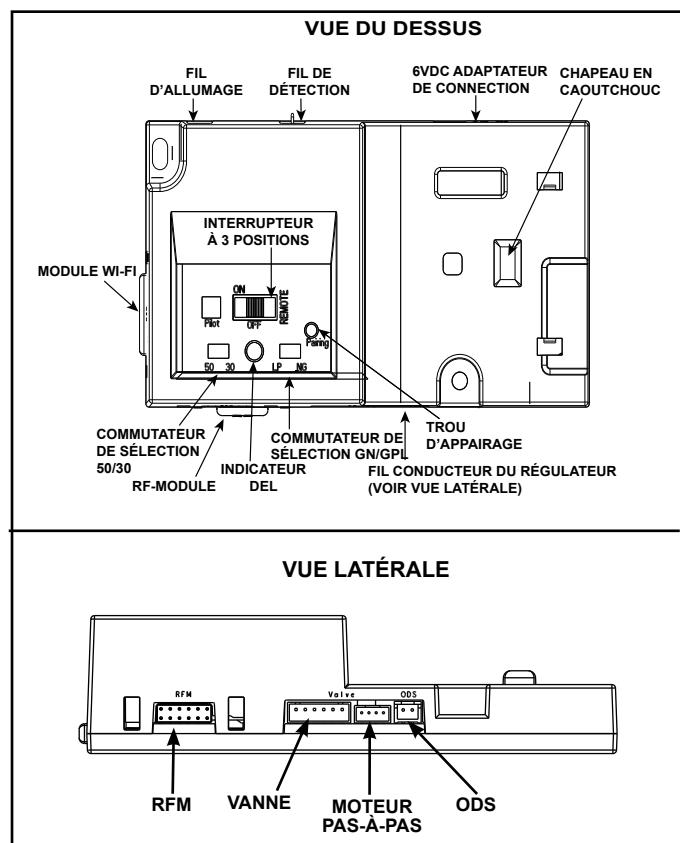

Figure 3.7 IFT-ECM 2.0
1. Le module de commande électronique (IFT2-ECM) est doté d'un sélecteur à trois positions « ON/OFF/REMOTE » (MARCHE/ARRET/DISTANT) qui doit être réglé pour un fonctionnement correct. Voir la figure 3.7. Lorsque vous changez la position, il est important de faire une pause de 1 à 2 secondes dans chaque position.